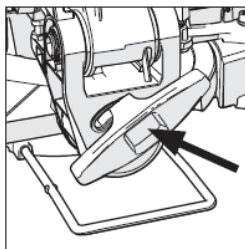

Рис. 22
- Ослабьте винт фиксации наклона (Рис. 22).